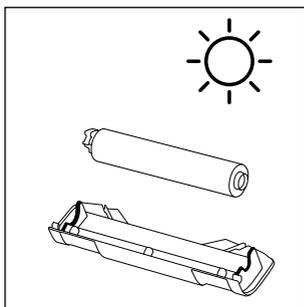

Fig. 37
- ◆ Fare asciugare completamente il rullo a spazzola **6** e il paraspruzzi **7** prima di riapplicarli all'apparecchio (vedere fig. 37).